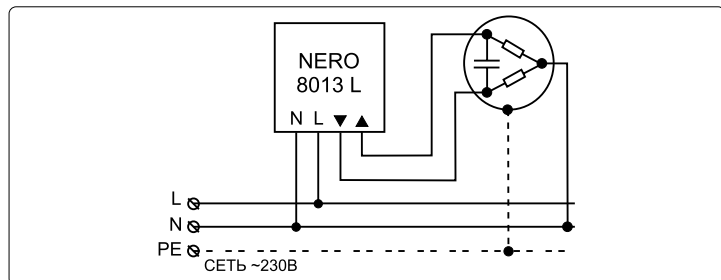

Рисунок 1. Схема подключения Nero 8013L
- Ознакомиться со стандартной схемой подключения (см. рис. 1).
- Подключить синий (голубой) провод привода с помощью дополнительного клеммного соединителя к «нейтраль» питающей сети (см. рис. 1).
- Подключить провод направления «ВВЕРХ» электропривода к контакту «▲» устройства (см. рис. 1).
- Подключить провод направления «ВНИЗ» электропривода к контакту «▼» устройства (см. рис. 1).
- Подключить к контакту «N» устройства «нейтраль» питающей сети ~230 В (см. рис. 1).
- Подключить к контакту «L» устройства «фазу» питающей сети ~230 В (см. рис. 1).